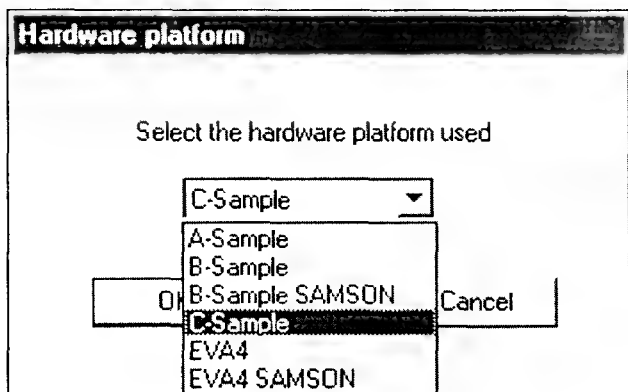

Рис. 4.17
В закладке TARGET (1) можно выбрать режимы конфигурации, связи (connect/disconnect) и синхронизации. В меню конфигурации (см рис. 4.17) выбирают тип процессора, но позиции в нем несколько иные — это так называемые «служебные» названия: A/B/C-Sample (например, процессору HERCROM200 соответствует позиция B-Sample, а HERCROM400 — C-Sample).